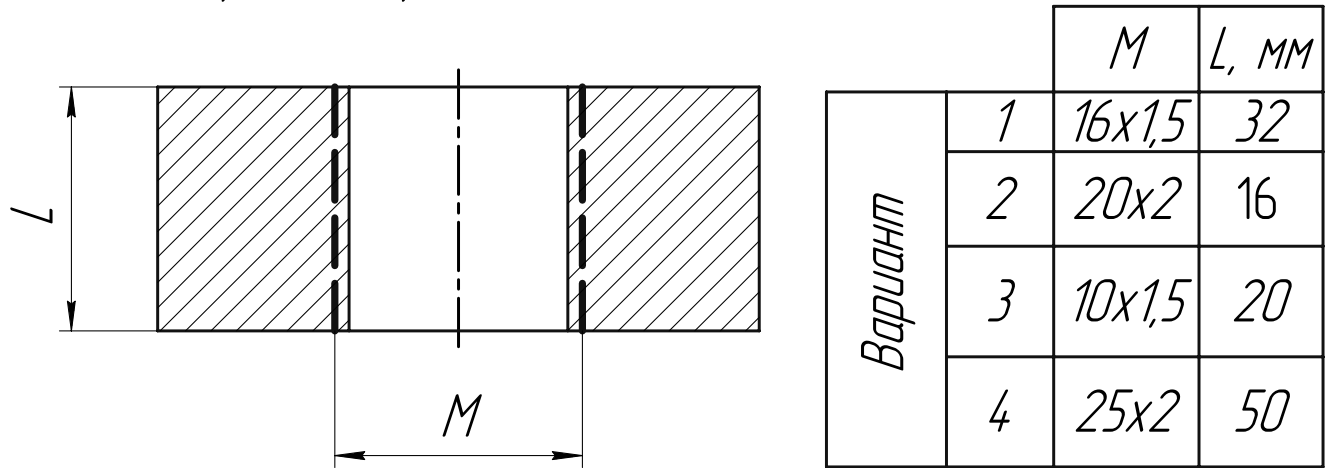

Рис. 5. нарезание резьбы метчиками
7. Нарезание резьбы метчиками (см. рис. 5).